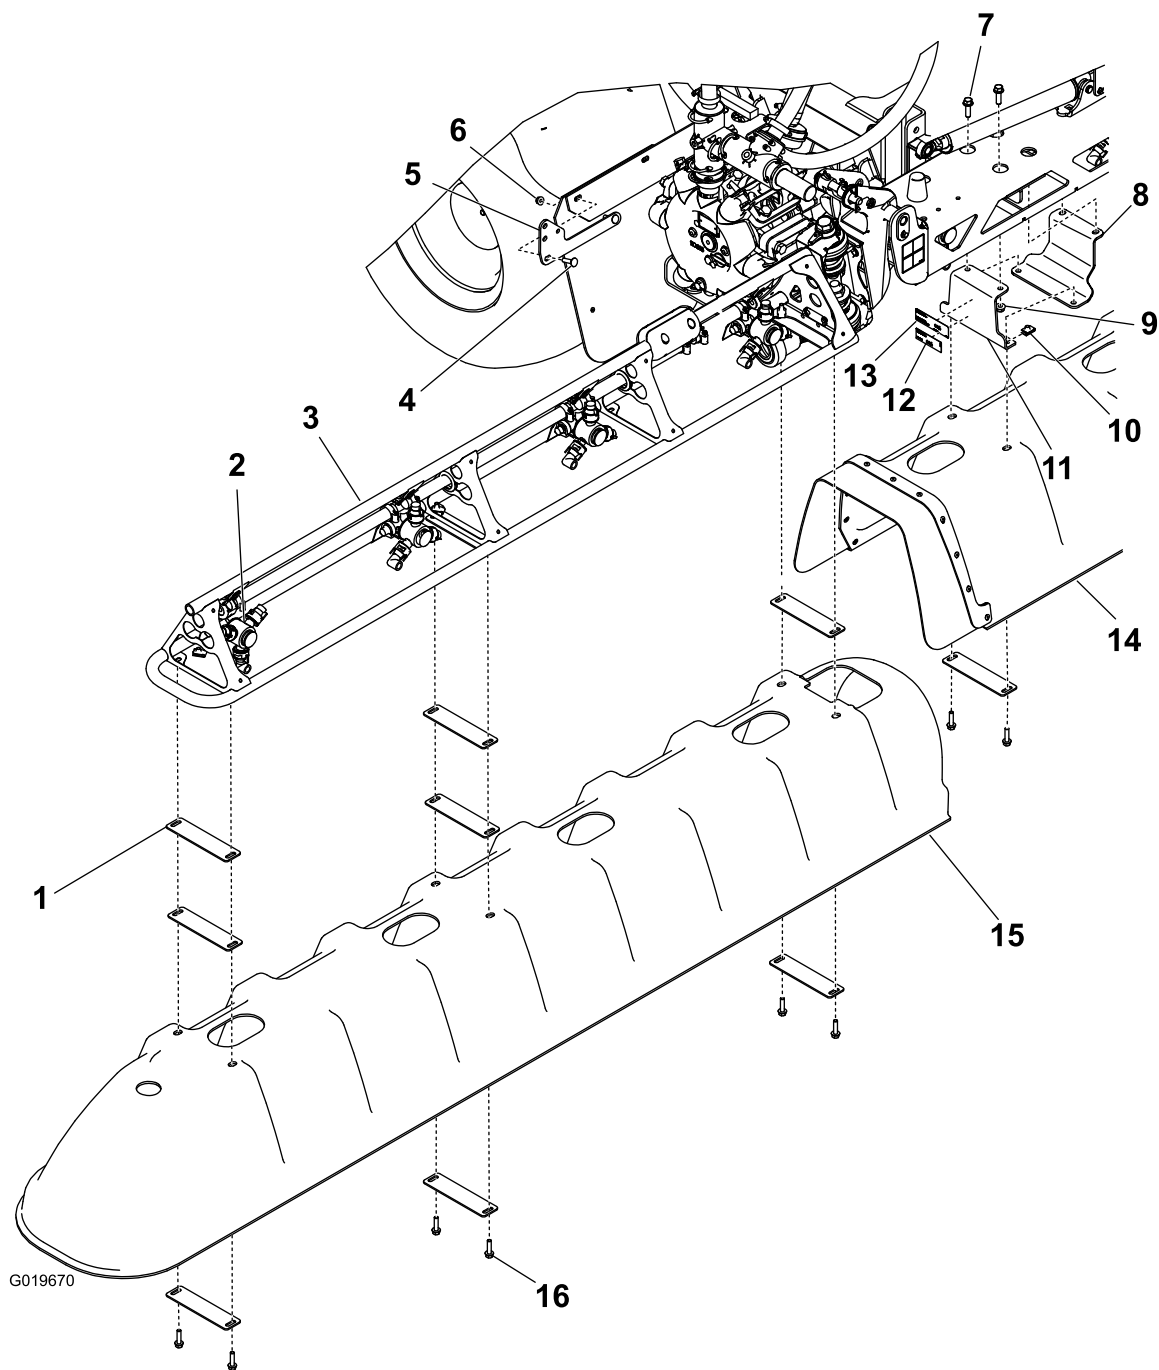

Figura 1
1. Applicate l'adesivo del modello/numero di serie e quello di legge ad una delle staffe della barra centrale come mostrato in Figura 1.
2. Installate le due staffe centrali e le piastre di montaggio della barra alla barra centrale utilizzando due viti a testa esagonale (3/8 x 1-1/4 poll.) e due dadi flangiati (3/8 poll.) come mostrato in Figura 1.
3. Installate il gruppo di copertura centrale sulle staffe della barra centrale utilizzando quattro dadi a U, due rondelle piatte e quattro viti a testa esagonale (5/16 x 1-1/4 poll.) come mostrato in Figura 1.
2. Installate una delle coperture della barra laterale (Figura 1) utilizzando otto rondelle piatte, sei viti a testa esagonale (5/16 x 1-1/4 poll.) e sei dadi a U.
1. Installate la staffa di supporto della valvola di spurgo nella macchina con due viti a testa tonda e due dadi flangiati (5/16 poll.) come mostrato in Figura 1.
2. Spostate la valvola di spurgo dalla sua posizione e installatela nella staffa di montaggio (Figura 1) utilizzando l'acciarino e il cordellino presenti.